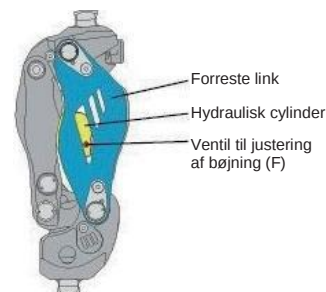
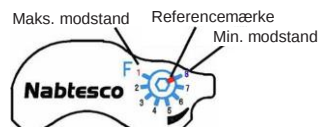

Fig. 11 Placering af bøjningsjusteringsventilen
Fig. 12 Gradueret skala for fleksionsjusteringsventilen
Som vist på fig. 11, er fleksionsjusteringsventilen (F) placeret til højre set fra brugeren. Som vist på fig. 12, er skalaen gradueret fra "1" til "8". "1" svarer til den højeste hydrauliske modstand, og "8" svarer til den laveste. (Reference) Fabriksindstilling: "8"